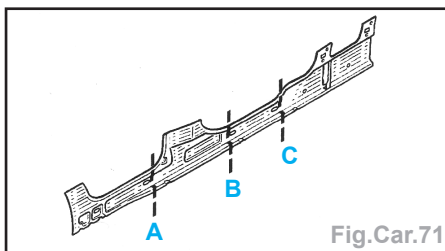

Fig.Car.71
**Nota :** cette opération s'effectue partiellement suivant trois possibilités (Fig.Car.71) :